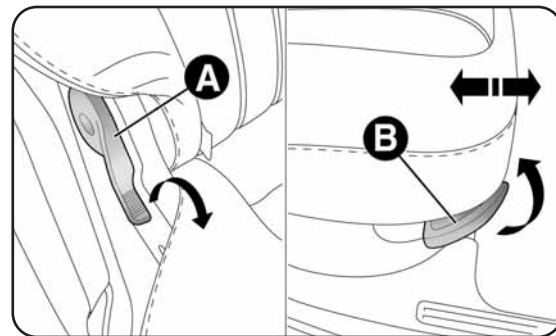

fig. 58
- agire su una delle leve A-fig. 58 per ribaltare lo schienale desiderato (per rendere più agevole l'operazione portare leggermente in avanti il sedile agendo sulla leva B);
Per ampliare maggiormente lo spazio del vano bagagli, i sedili posteriori possono essere spinti in avanti utilizzando la maniglia B-fig. 58.
Spostare lateralmente le cinture di sicurezza verificando che i nastri siano correttamente distesi senza attorcigliamenti. Dopo aver premuto le leve A fig. 58, sollevare gli schienali spingendoli indietro fino a percepire lo scatto di bloccaggio di entrambi i meccanismi di aggancio.
Utilizzando la maniglia B-fig. 58 spostare indietro i sedili fino a percepire lo scatto di bloccaggio.